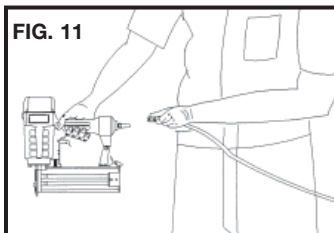

FIG. 11
18. **Suponha sempre que a ferramenta contém prendedores.** Não brinque com a ferramenta. Respeite a ferramenta como um utensílio de trabalho. Fig. 11.